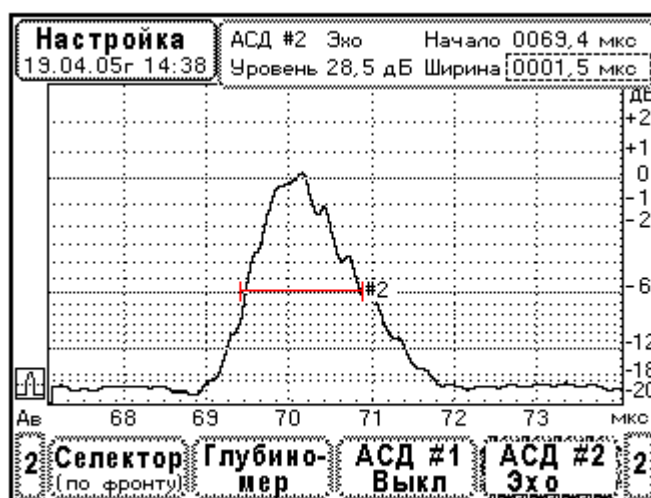

Рис. 10.6.12.1. Определение длительности эхосигнала преобразователя. Преобразователь П121-1,8-50°-14\*14. Эхосигнал от отверстия  $\varnothing$ 6мм в мере СО-2.
3. Регулируя ширину и сдвиг развертки (меню «Экран») установите эхосигнал по центру экрана и максимально растяните его (Рис. 10.6.12.1.).
3. Регулируя ширину и сдвиг развертки (меню «Экран») установите эхосигнал по центру экрана и максимально растяните его (Рис. 10.6.12.1.). Амплитуду эхосигнала установите на стандартный уровень (0дБ по разметке экрана).
4. Выберите меню «АСД#2». Пользуясь элементами меню, установите положение строба на уровень -6дБ, начало и конец строба совместите с передним и задним фронтами эхосигнала (Рис. 10.6.12.1.). В этом случае ширина строба АСД#2 равна длительности эхосигнала на уровне -6дБ от максимума.